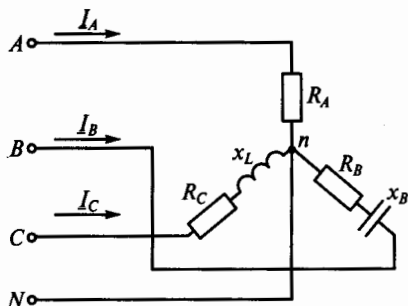

Рис. 133
**3.111.Р.** Активная мощность потребителя на рис. 133  $P = 4950$  Вт, линейное напряжение сети  $U_n = 380$  В, токи  $I_A = 10$  А,  $I_B = 5$  А, а коэффициенты мощности фаз соответственно  $\cos \varphi_A = 1$ ,  $\cos \varphi_B = 0,5$ ,  $\cos \varphi_C = 0,5$ . Каковы ток  $I_C$ , сопротивления  $R_C$ ,  $x_L$  и реактивная мощность  $Q$  потребителя? (Указать неправильный ответ.)
**3.114.** Включая вольтметр между различными точками схемы, изображенной на рис. 133, измерить напряжения и определить, какое из них линейное, а какое — фазное.